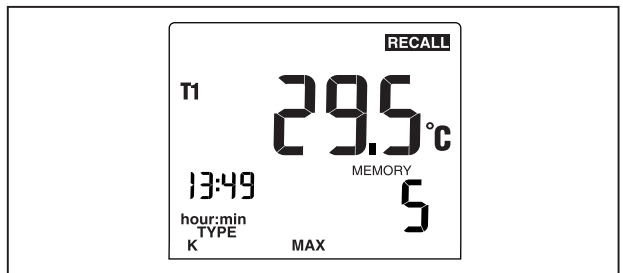

図 4. 最大値の読み取り
3.  を押すと、最小値、最大値、平均値、現在の読み取り値を順番に表示できます。例えば、図 4 は、メモリーにある最大値が表示されている画面を示しています。最大値は、1:49 P.M. に発生し、メモリー 5 に保存されています。